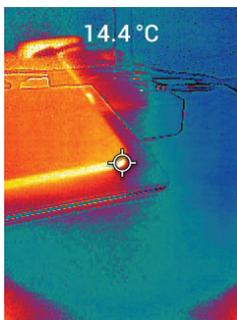

Figura 4.1 Immagine termica e visibile combinata (MSX®)
6. La lettura della temperatura sul display rappresenta la misurazione del punto di destinazione. Vedere la **Figura 4.1**.